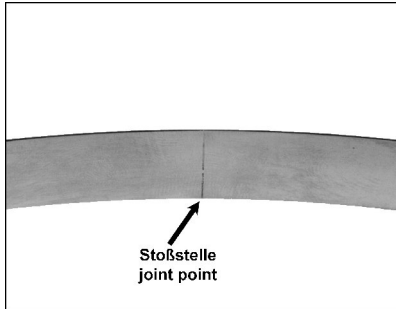

Bild 5
- Mit der Stoßstelle beginnend, das Gitterband (genau axial platziert) über den Trägerring in die Nut einlegen, bis auf der gegenüberliegenden Seite die Wölbung stehen bleibt (Bild 5, 6).
*Starting at the joint point, place the grating ring inside the mounting groove over the carrier ring, till only a buckle remains (fig. 5,6).*